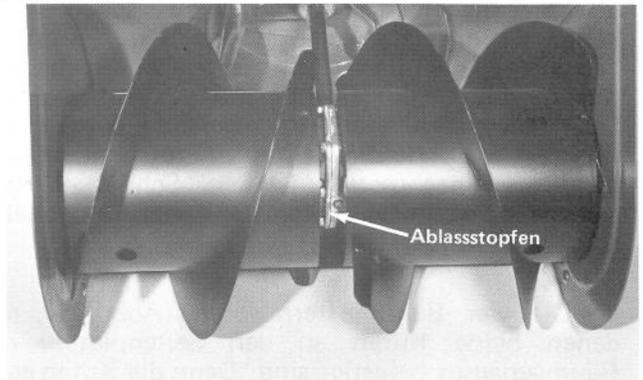

Abb. 30
3. Die Umgebung des Ablasstopfens säubern (Abb. 30).
4. Die Ablaswanne vorne unter des Räumgetriebe stellen und den Ablasstopfen herausdrehen (Abb. 30).
7. Den Stopfen wieder einschrauben (Abb. 30).